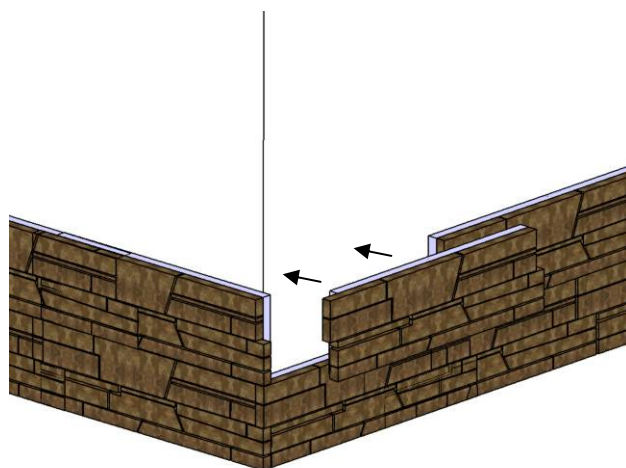

Figure 5a – Mise en œuvre de STONEPANEL en murs extérieurs
4.22 Mise en œuvre de l'élément STONEPANEL (figures 5a et 5b)